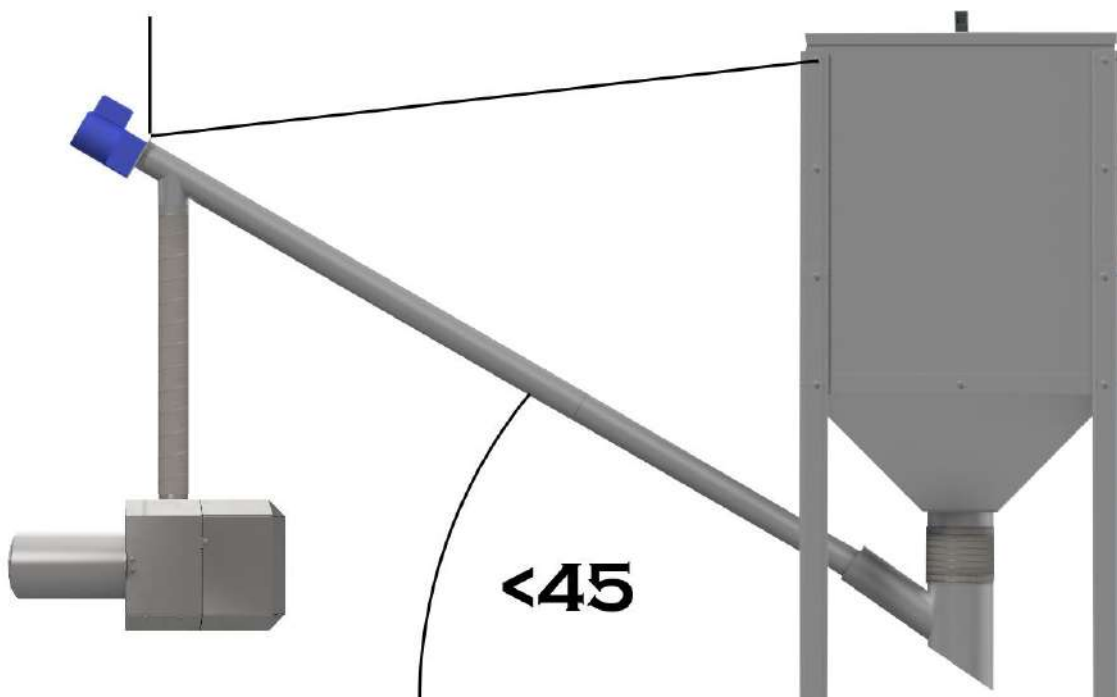

Рисунок 2
3. Отмерить и отрегулировать длину основного подающего шнека, не забывая при этом, что угол между основанием и трубой шнека не должен превышать 45°. (См. рис. 2)
4. Подвесить подающий шнек на цепочке. (См. рис. 2)